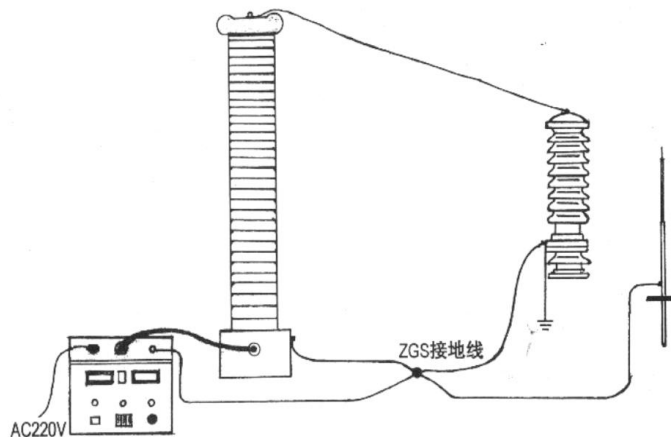

图 4 试验回路接地线示意图
- 试验前请检查试验器控制箱、倍压筒和试品的接地线是否接好。试验回路接地线应按本说明书（图 4）所示一点接地。
4.1.2 将倍压筒从机箱中取出放置到合适的安全位置，分别联接好电源线、电缆线和接地线。保护接地线与工作接地线以及放电棒的接地线均单独接到试品的地线上(即一点接地)。严禁各接地线相互串联。为此，应使用专用接地线。(见图 4)上。
3、接线图见图 4 试验回路接地线示意图